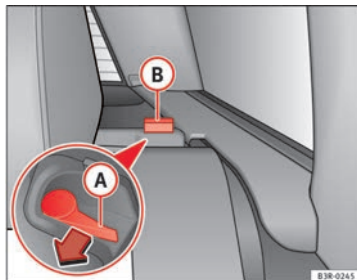

Fig. 126 Palanca de desbloqueo del respaldo
- Oprima la palanca de desbloqueo (A) ⇒ fig. 126 en la dirección de la flecha.